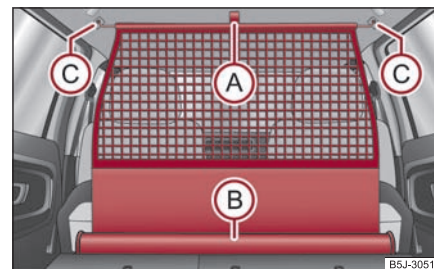

Fig. 89 Scoaterea peretelui despărțitor
- Trageți plasa de curelușă (A) din carcasa (B) ⇒ fig. 89.
- Așezați bara transversală în locașul (C), mai întâi într-o parte.